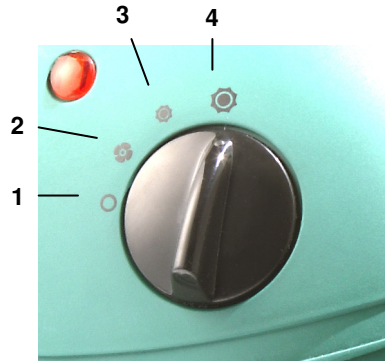

Abb. 1: Keuzeschakelaar Montana
Zet de thermostaat op de maximale instelling en kies het gewenste verwarmingsvermogen (afbeelding 1: pos 3 of 4). Wanneer de kamertemperatuur aangenaam is, draait u de thermostaat tegen de richting van de wijzers van een klok in totdat het verwarmingstoestel uitgeschakeld wordt. De thermostaat zal nu de gewenste temperatuur behouden, doordat de verwarmingsfunctie terug start wanneer er onder de temperatuur gebleven wordt. Afhankelijk van de omvang van de broeikas is het tijdens de wintermaanden aanbevelenswaardig, het verwarmingsvermogen van 2000 watt te kiezen. Tijdens de overgangstijden is het lage vermogen van 1000 watt daarentegen voldoende.
Als u tijdens de zomermaanden uw broeikas wenst te verluchten, kiest u de ventilatormodus (afbeelding 1: pos. 2). Zet de thermostaat hiervoor op maximaal vermogen.